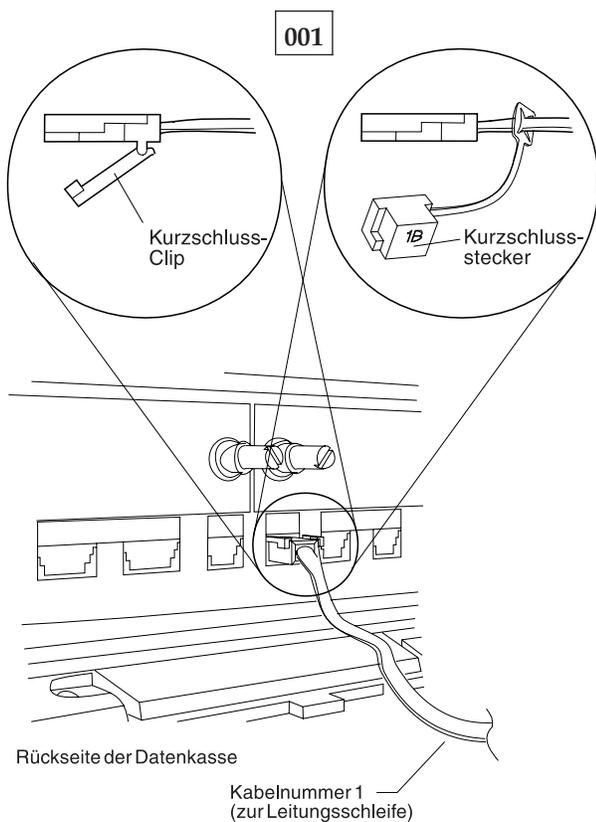

Abbildung 28. Leitungsschleifenkabel 1 für Datenkase Mod1 und Kurzschluss-Stecker 1B
- Den Kurzschluss-Stecker 1B an das kassenzugewandte Kabelende anschließen. Siehe Abb. 28 auf Seite 474.